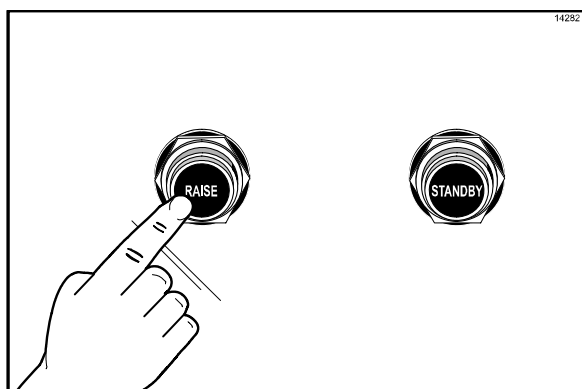

图 79
1. 按红色 RAISE（升起）键，将上煎板升到打开位置。（请见图 79）